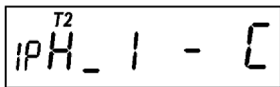

Рисунок 4.6
Рисунок 4.6 свидетельствует о наличии отрицательных значений углов напряжений (I), наличии фазы А (1), отсутствии фазы В, которое индицируется символом «-» (дефис) и наличии тока в фазе С при отсутствии напряжения в этой фазе, черточка снизу перед фазой А обозначает выход значения напряжения фазы за задаваемые пределы, в данном случае – снизу. T2 – текущий тариф.